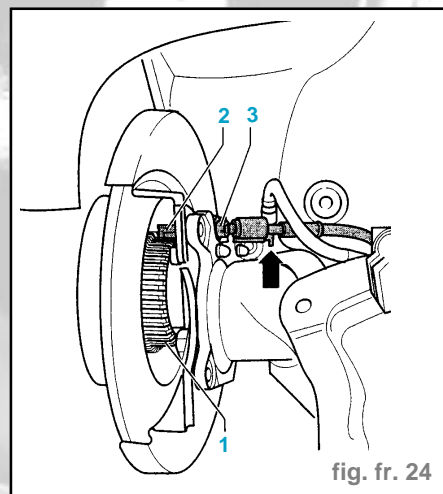

fig. fr. 24
- (1) Disque d'impulsions pour capteur de vitesse (fig. fr. 24).
- (2) Capteur de vitesse arrière.
- Dévisser la vis à six pans creux (3).
- (3) Vis à six pans creux **1 daN.m**.